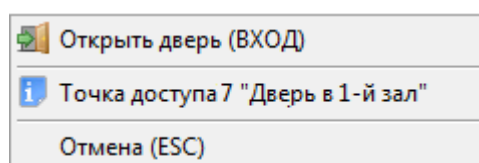

Рисунок 8-154 Контекстное меню для однонаправленной точки доступа с режимом работы "Вход"
- Предоставление доступа на вход (см. Рисунок 8-154) – для двунаправленной точки доступа, имеющей режим «Вход/Выход», или однонаправленной точки доступа, имеющей режим «Вход»;